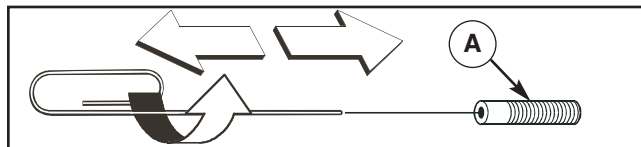

Figura 18 — Limpiar la boquilla
6. Use un pequeño sujeta papeles para liberar cualquier material extraño que esté tapando la boquilla (A) (Figura 18).